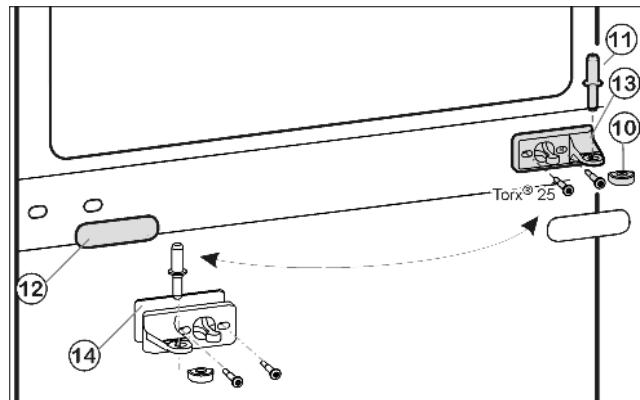
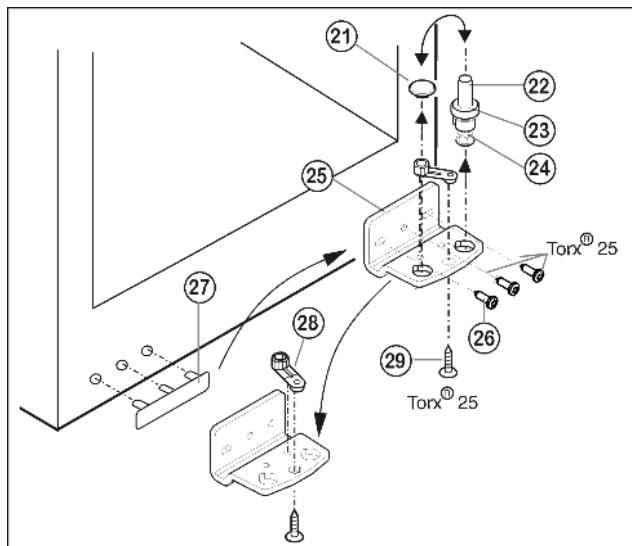

Fig. 5
Fig. 6
- ▶ Вытащите из опорного кронштейна и нижней дверцы средний опорный винт Fig. 5 (11).
- ▶ Снимите пластмассовый колпачок Fig. 5 (10).
- ▶ Открутите средний опорный кронштейн Fig. 5 (13) (2 шт. Torx® 25).
- ▶ Осторожно снимите накладку Fig. 5 (12).
- ▶ Прикрутите средний опорный кронштейн Fig. 5 (13) с подкладкой Fig. 5 (14) с поворотом на 180° на новую сторону шарнира (**с моментом 4 Нм**).
- ▶ Защелкните накладку Fig. 5 (12), повернув на 180°, на стороне, где теперь будет ручка.
- ▶ Извлеките опорный винт Fig. 6 (22) в комплекте с шайбой Fig. 6 (23) и регулируемой опорой Fig. 6 (24), вытягивая его вверх.
- ▶ Снимите пробку Fig. 6 (21).
- ▶ Открутите Fig. 6 (26) опорный кронштейн Fig. 6 (25).
- ▶ Открутите Fig. 6 (29) опорную деталь Fig. 6 (28) и, переставив в отверстие на противоположной стороне опорного кронштейна, снова прикрутите.
- ▶ Осторожно снимите и переставьте на противоположную сторону крышку со стороны ручки Fig. 6 (27).
- ▶ Снова прикрутите опорный кронштейн Fig. 6 (25) на новой стороне шарнира (**с моментом 4 Нм**). При необходимости используйте аккумуляторный шуруповерт.
- ▶ Переставьте пробку Fig. 6 (21) в свободное отверстие.
- ▶ Вновь установите опорный винт Fig. 6 (22) в комплекте с шайбой и регулируемой опорой. При этом фиксатор должен быть направлен назад.
- Установите нижнюю дверцу сверху на нижний опорный винт Fig. 6 (22).
- Снова наденьте пластмассовый колпачок Fig. 5 (10) на средний опорный кронштейн Fig. 5 (13).
- Вставьте средний опорный винт Fig. 5 (11) на новой стороне шарнира через средний опорный кронштейн Fig. 5 (13) в нижнюю дверцу.
- Установите верхнюю дверцу на средний опорный винт Fig. 5 (11).
- При необходимости выровняйте дверцы через два продольных паза в нижнем опорном кронштейне Fig. 6 (25) и среднем опорном кронштейне Fig. 5 (13) параллельно корпусу устройства. Для этого выкрутите средний винт на нижнем опорном кронштейне Fig. 6 (25).